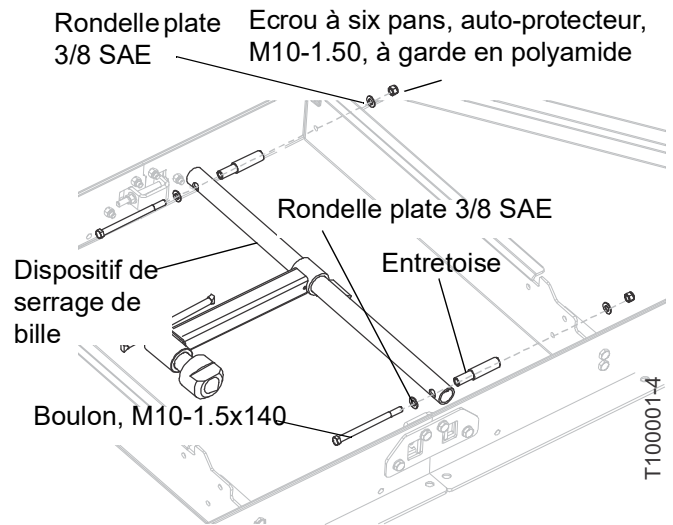

FIG. 3-4
4. Fixez le dispositif de serrage de bille au milieu du banc. (Voir FIG. 3-4 .)